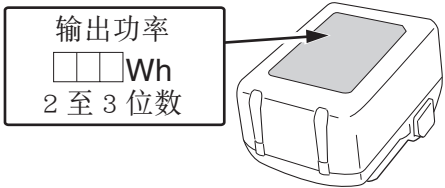

图 5
- 功率输出超过 100Wh 的锂离子电池被视作危险物品运输分类并且需要特别申请程序。（图 5）